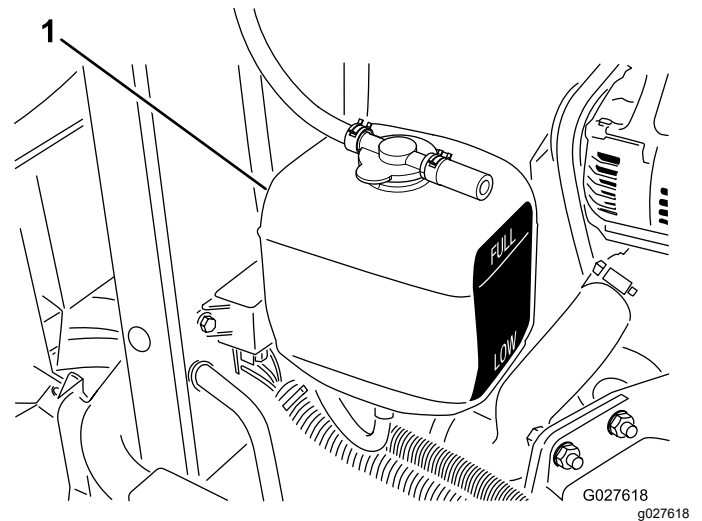

Figura 73
3. Compruebe el nivel de refrigerante del depósito de expansión (Figura 73).